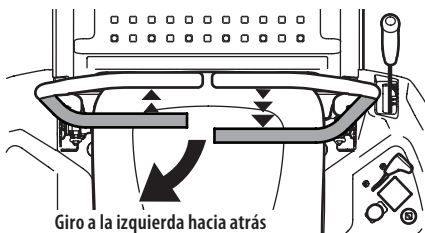

Figura 32
1. Para girar a la izquierda mientras se desplaza marcha atrás, mueva la palanca de control del lado izquierdo hacia adelante respecto de la palanca derecha (Figura 32).